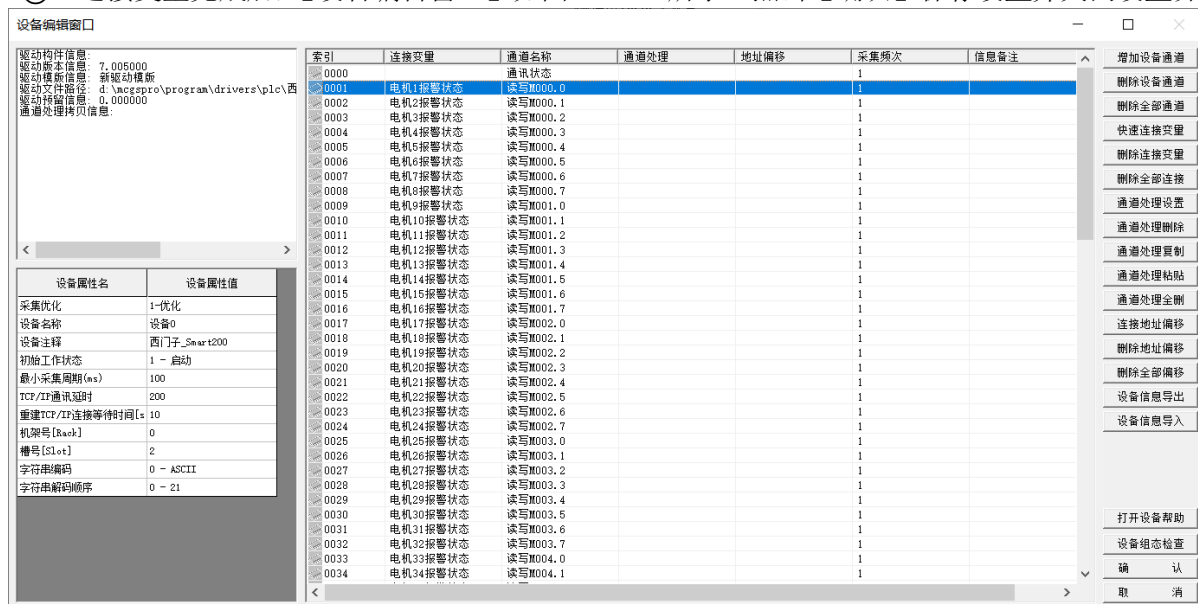

图 6.1-13 连接变量结果
- ③ 连接变量完成后，【设备编辑窗口】如图 6.1-13 所示。点击【确认】保存设置并关闭设置界面。